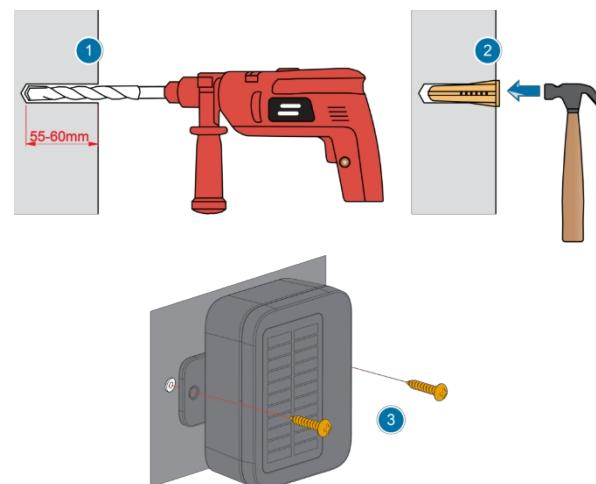

Abbildung 18: Befestigung des Gehäuses an der Wand
3. Befolgen Sie abschließend die folgenden Schritte, wie auch in **Abbildung 18** dargestellt:
- **Schritt 3:** Befestigen Sie das WisBlock Unify-Gehäuse mit zwei (2) Stück st3,5*35 mm Gewindeschrauben an der Wand.